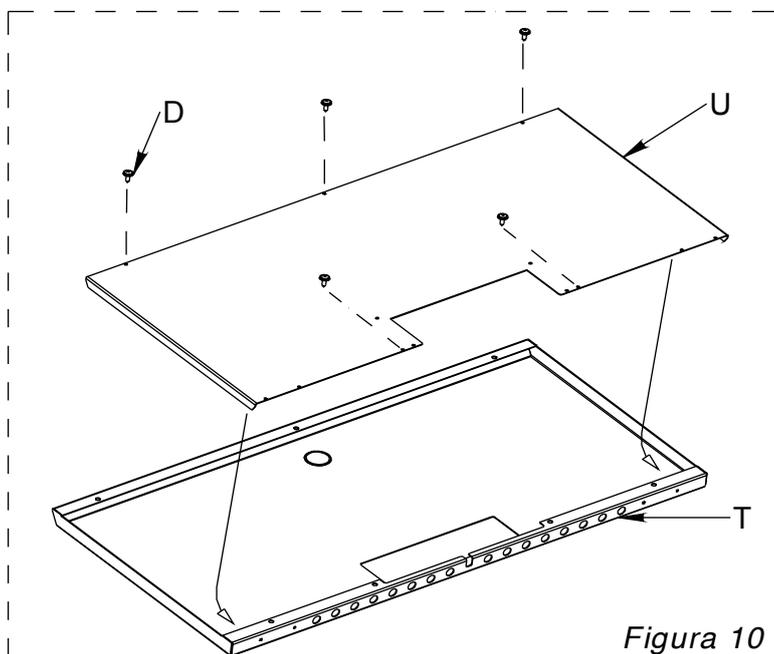

Figura 10
- Ora preassemblare il coperchio serbatoio T al carter U attraverso le viti D (vite tbftr 3.9x13) (Figura 10).